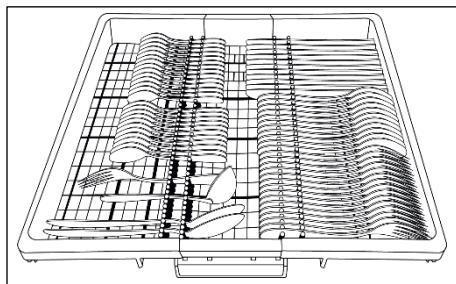

Fig. 6
- Furtunul de evacuare trebuie sa fie fixat intr-un suport asigurandu-vă de faptul ca acesta nu este rasucit (Fig. 6).
Folosiți cel de-al treilea coș pentru a încărca tacâmuri, aşa cum este arătat în imagine (fig.6).